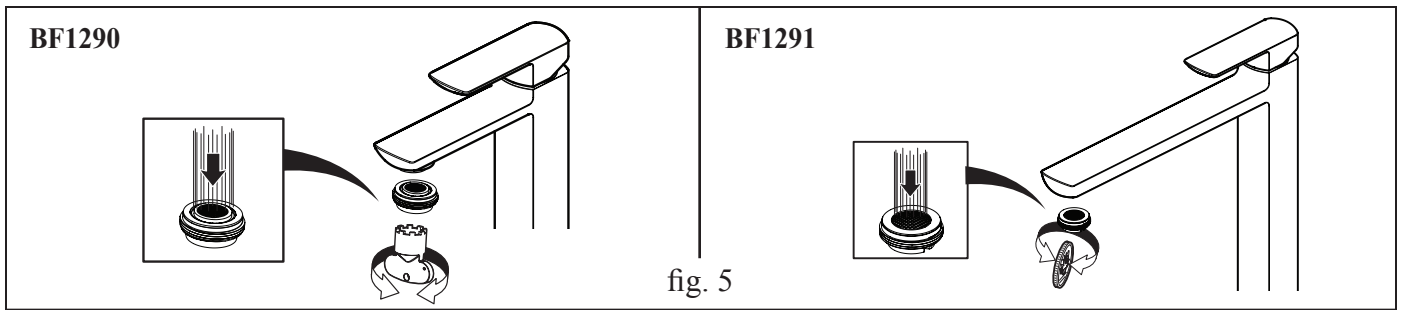

fig. 5
- Dévisser l'aérateur à l'aide de la clé d'aérateur (BF1290) ou d'une pièce de monnaie (BF1291) et rincer l'aérateur (fig. 5).
- Unscrew the aerator using the aerator key (BF1290) or a coin (BF1291) and rinse the aerator (fig. 5).